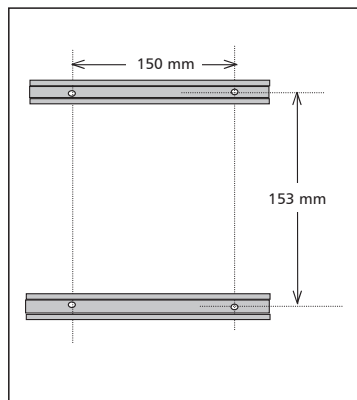

Fig. 1
- 1** ► Bevestig twee DIN rails zoals aangegeven in fig. 1. De positie van de onderste DIN rail kan ook bepaald worden door twee omvormers eerst alleen aan de bovenst rail te hangen.